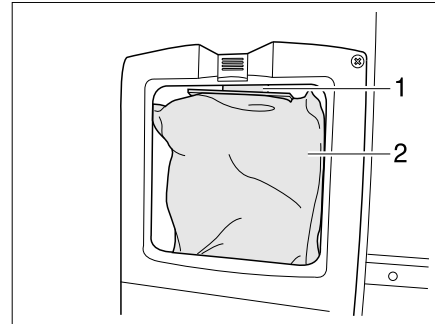

Bild 150 Staubbeutel
- Staubbeutel (Bild 150,2) vorsichtig vom Rohr (Bild 150,1) abziehen und herausnehmen.